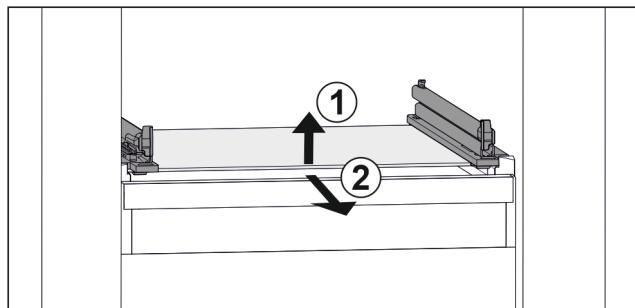

Fig. 52 Примерное отображение стеклянной пластины
- Приподнимите стеклянную пластину спереди. Fig. 52 (1)
- Извлеките стеклянную пластину движением вперед. Fig. 52 (2)